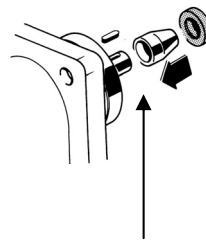

Рисунок 13.16 Монтажная втулка
- 7 Установите монтажную втулку на приводной вал (рисунок 13.16).